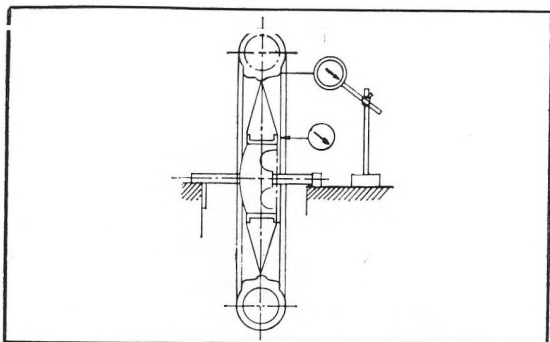

Figure 4-4: vérification du faux-rond de la jante
1. Mesurer le faux-rond de la jante. (figure 4-4)